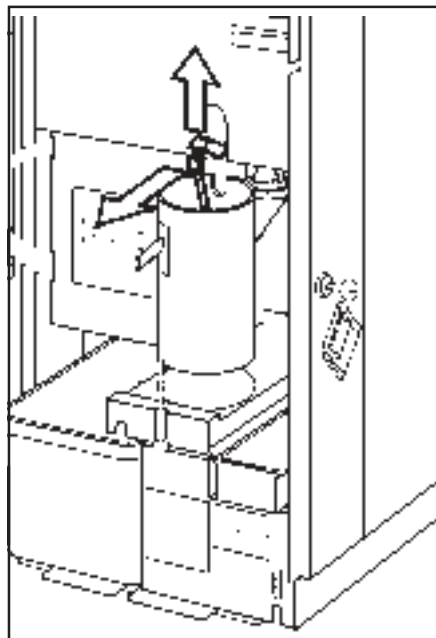

Abb.11: Demontieren des Kolbens
2. Lösen Sie die rechtwinklige Verbindung zwischen dem Kolben und der Kolbenstange (siehe Abb. 11).